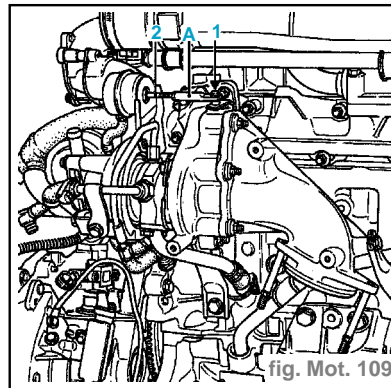

fig. Mot. 109
le réglage de la longueur de la tige de wastegate (2) (pression hors tolérance). (fig. Mot. 109)